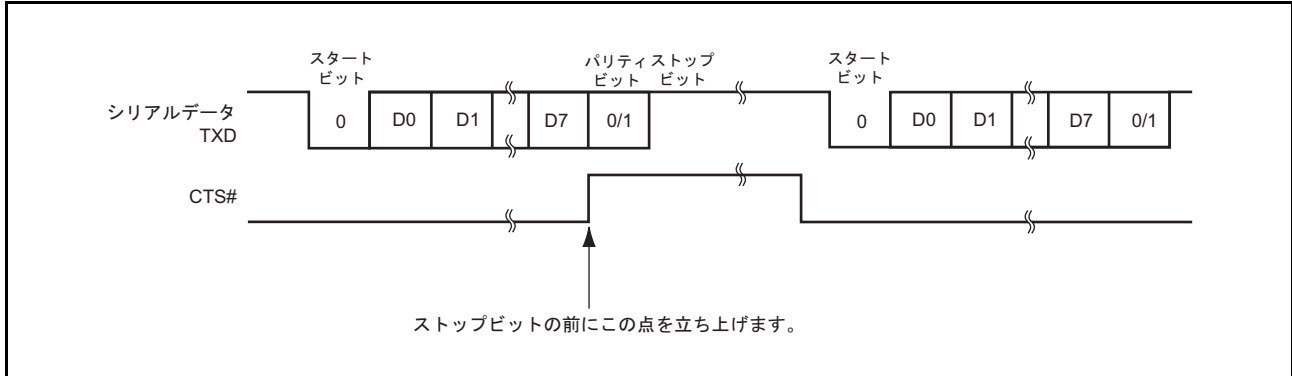

図 24.6 モデムコントロールを使用した動作例 (CTS#)
4. モデムコントロールを許可した場合、CTS# 端子への入力レベルによって送信を停止／再開することができます。CTS# 端子に High が入力されると、送信中のときは1フレームの送信終了後マーク状態 (High) になります。CTS# 端子に Low が入力されると、次の送信データがスタートビットを先頭に出力されます。モデムコントロールを使用した動作例を図 24.6 に示します。